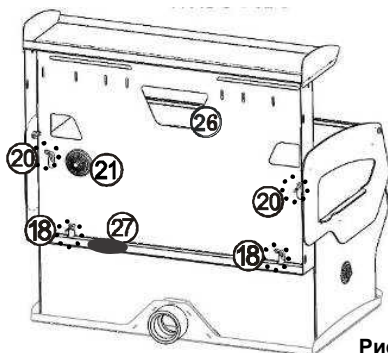

Рис.8
6.5 Ослабить гайки-барашки (18 и 20), установив их вертикально, надеть пазами стенку (11), затем закрутить гайки-барашки (20) для фиксации стенки, рис.8.
- снять лоток (9);
- подсоединить шланг от внешней вытяжки или ПВК 1.0 к выходу ЗОНТА. Шланг проводится через окно (26) и отверстие (27) задней стенки, рис.8.